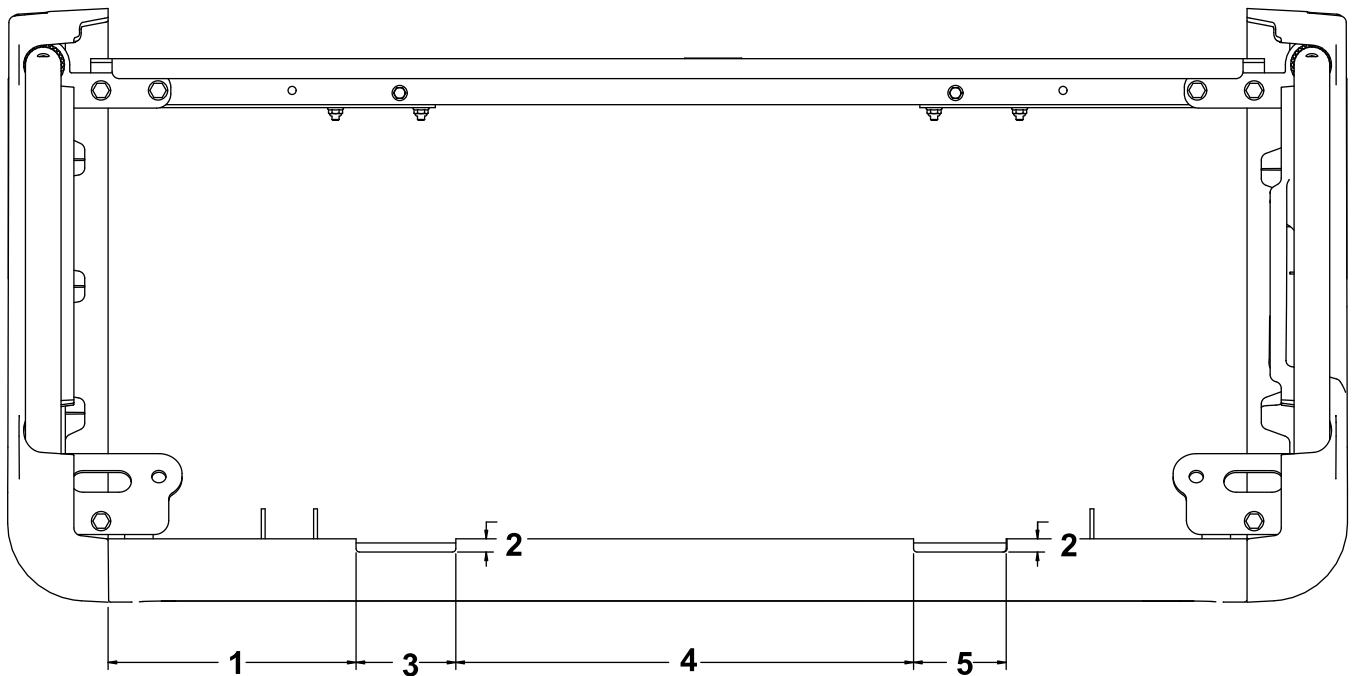

图5
1. 从左向右测量从座椅底座面板边缘起测量出 22.1cm 并标记此位置 图5。
2. 从座椅底座面板的顶部边缘起测量出 11.7mm 朝向您 并标记此位置 图5。
3. 从该标记位置测量出 8.9cm 并标记此位置 图5。
4. 从座椅底座面板的顶部边缘起测量出 11.7mm 朝向您 并标记此位置 图5。
6. 从该开口位置测量出 40.8cm 并标记此位置 图5。
7. 从座椅底座面板的顶部边缘起测量出 11.7mm 朝向您 并标记此位置 图5。
8. 从该标记位置测量出 8.25cm 并标记此位置 图5。
9. 从座椅底座面板的顶部边缘起测量出 11.7mm 朝向您 并标记此位置 图5。